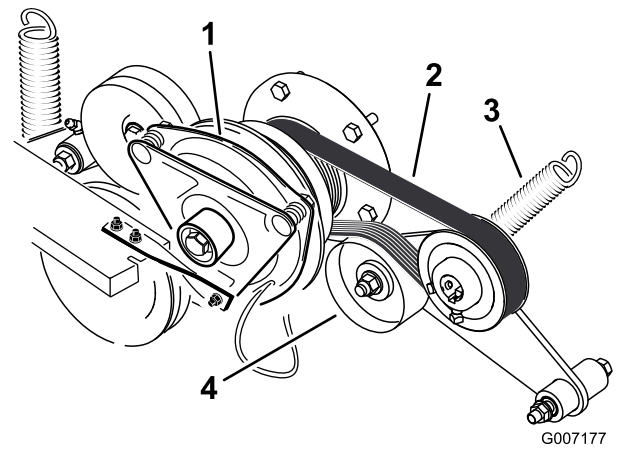

Figura 62
3. Retire el muelle del brazo de la polea tensora (Figura 62).
4. Instale la correa nueva alrededor de la polea del motor y de la bomba hidráulica (Figura 62).
6. Instale el muelle en el brazo tensor (Figura 62).